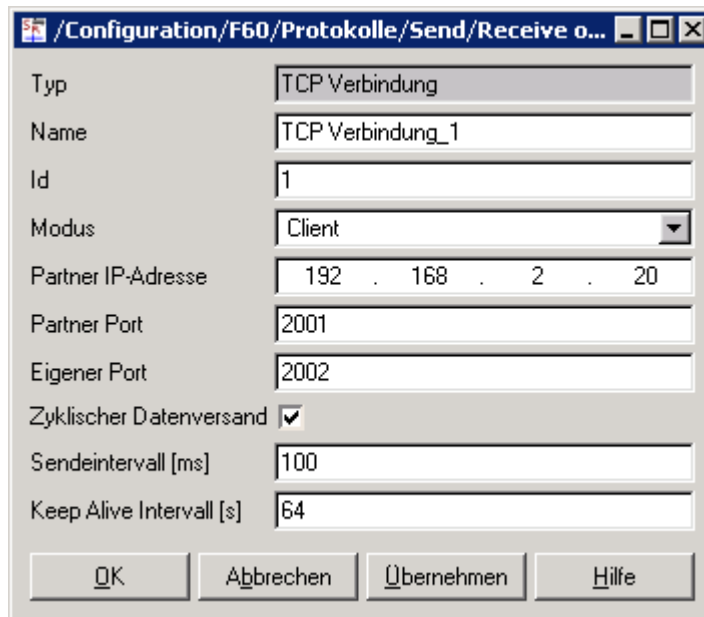

Bild 26: Die *HIMatrix F60* ist der aktive Kommunikationspartner (Client)
- ❑ Konfigurieren Sie die Eigenschaften wie in Bild 26: .